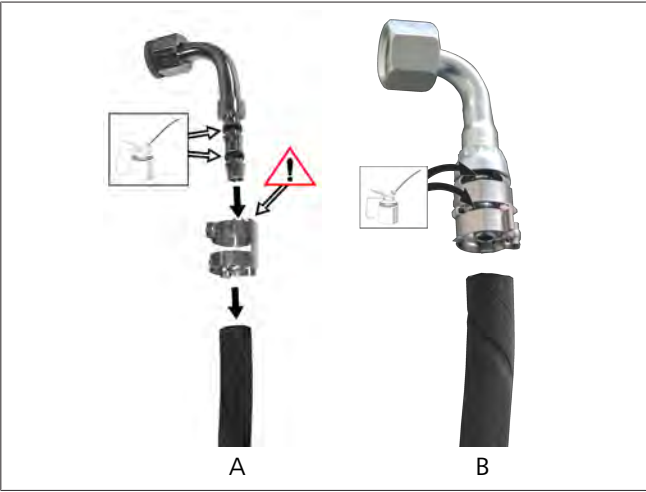

Fig. 20 Graissez les raccords
- Raccord avec colliers séparés : voir Fig. 20, partie A.
- Raccord avec collier fixé, voir Fig. 20, partie B.